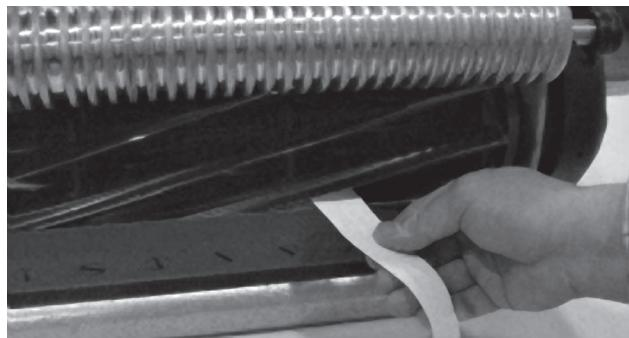

図9
3. リールの左右いずれかの端を選び、リールと下刃の間に、長く切った新聞紙片を差し入れる(図9)。リールをゆっくり前回転させながら下刃調整ネジを締め(新聞紙を入れた側の調整ネジを、1目盛りづつゆっくりと)、新聞紙を前から(ベッドナイフの上面に平行に)入れると軽く挟まれる程度に調整する。新聞紙を引き抜くのに軽い力が必要な程度でよい。
5. 両側とも調整ができたら最終確認を行う:紙片をリールの前から差し込んだ時にはさむだけ、下から差し込むと切れるのが適切な調整である(図9)。リールと下刃のごくわずかの接触で紙が切れなければいけない。接触を強くしないと切れない場合には、鋭利な刃先を取り戻して精密なカットができるようにバックラップか研磨を行うことが必要(Toro研磨マニュアルを参照)。